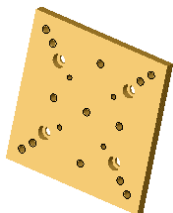

图 10-55 平移台承物板
绘制平移台承物板,如图 10-55 所示。首先绘制承物板主体轮廓草图并拉伸实体,然后在相应的位置添加柱形沉头孔和螺纹孔。本案例视频内容光盘路径:“X:\动画演示\第 10 章\10.5 承物板.avi”
**05** 保存文件。单击[保存]按钮，将零件保存为承物板.sldprt。最后的效果如图 10-55 所示。